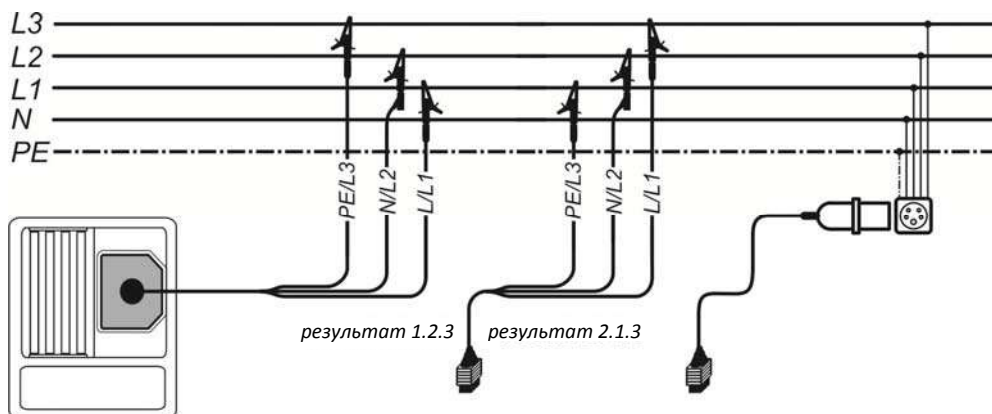

Рисунок 5.3: Подключение 3-проводного тестового кабеля и дополнительного адаптера к трехфазной цепи
- **Подключите** измерительные щупы к тестируемому устройству (см. рисунок *Рисунок 5.3: Подключение 3-проводного тестового кабеля и дополнительного адаптера к трехфазной цепи* и *Рисунок 5.1: Подключение штепсельного щупа и 3-х проводного тестового кабеля к однофазной цепи*).